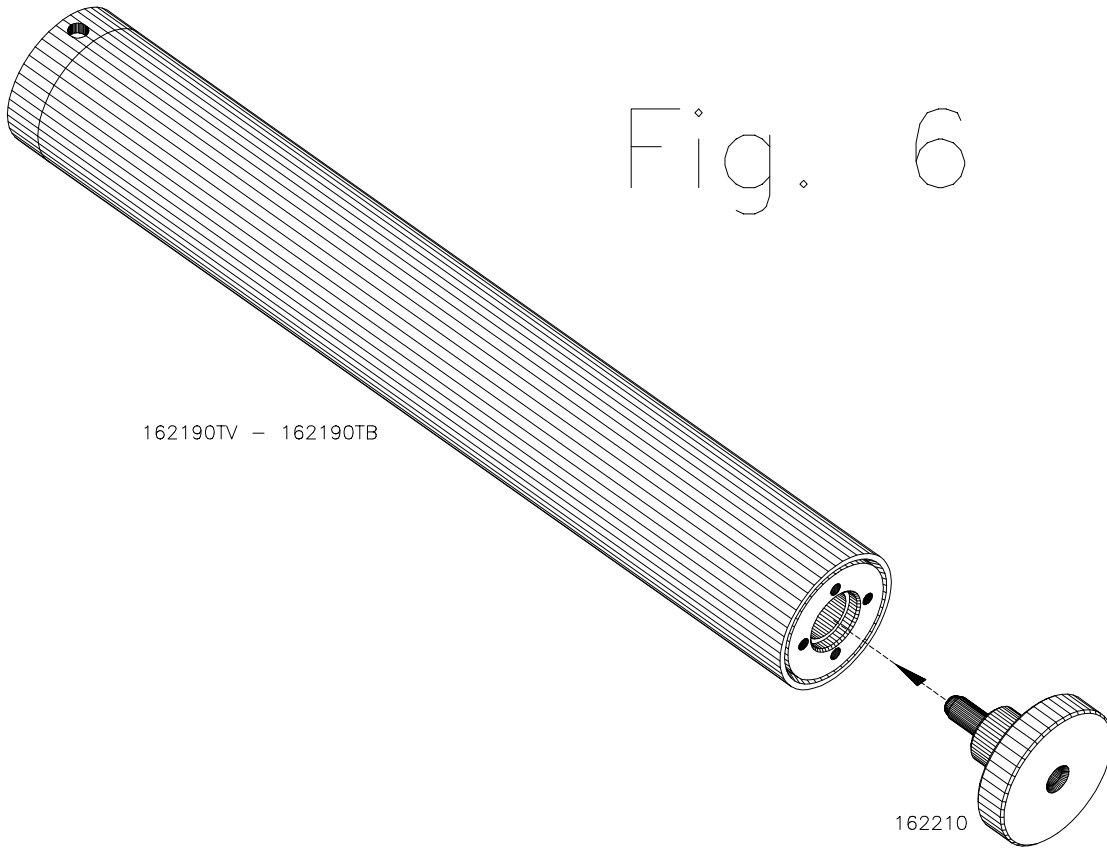

Fig. 7
8. Filling the Cylinder (*Fig. 7*)